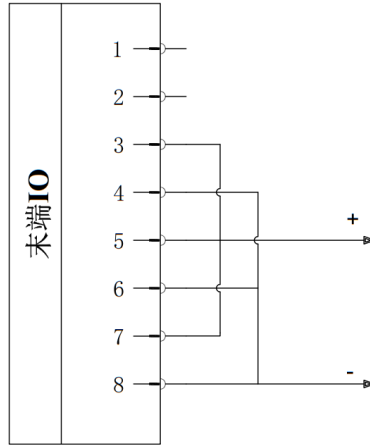

图 6-28 三针电源模式
2. 接线方法: 如**图 6-28**, 将电源线 (5 灰色) 与 TI1/TO1/PWR1 线 (7 蓝色) 和 TI3/TO3/PWR2 线 (3 绿色) 连接, 接地线 (8 红色) 与 TI0/TO0/GND1 线 (6 粉红色) 和 TI2/TO2/GND2 线 (4 黄色) 连接。